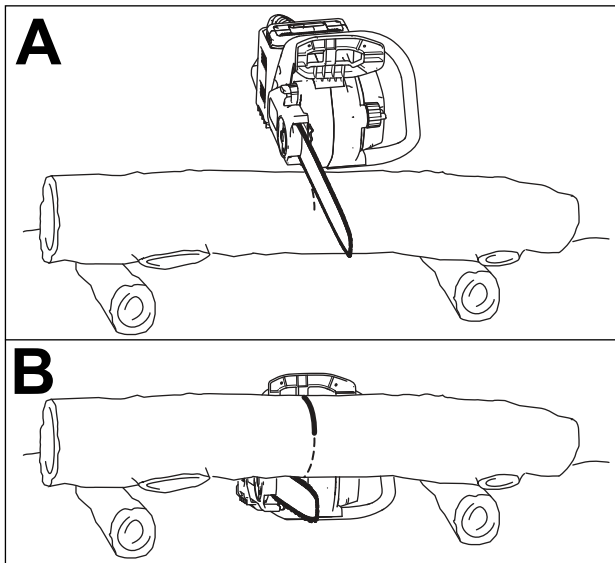

Figura 19
- Se dovete tagliare in pezzi i rami di un albero caduto o un ceppo, tenete il ceppo sollevato da terra (preferibilmente su un cavalletto taglialegna); fate riferimento alla Figura 19.